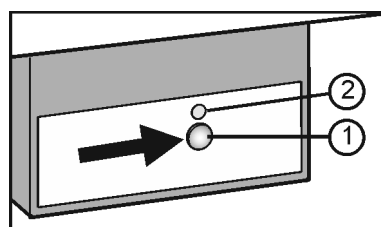

Fig. 6
- ▶ Presione la tecla On/Off Fig. 6 (1) hasta que el LED Fig. 6 (2) se ilumine.